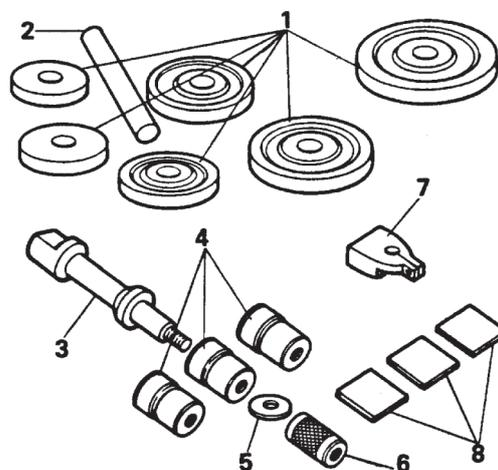

Figura 90
- A ferramenta especial é constituída pelos seguintes componentes: (Figura 90).